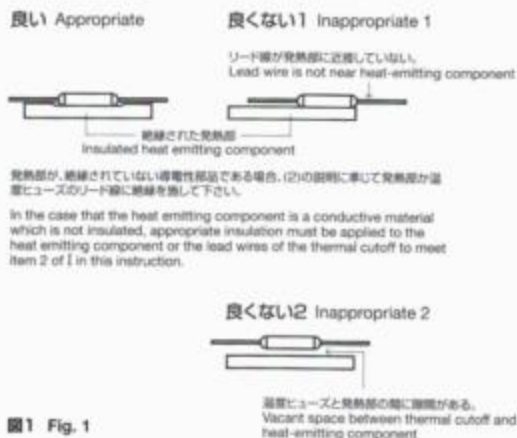

図1 Fig. 1
- 温度ヒューズの感温性能を十分に発揮するために温度ヒューズのリード線をできるだけ長く使用するように設計して下さい。トランス、モータ等の巻線機器に使用する場合には、出来るかぎり巻線の発熱を直接感知できる熱伝導の良い場所に取り付けて下さい。また、温度ヒューズの両リード線とボディが均一に加熱されるように設計して下さい。(図1参照)
- When designing, make it sure to secure as much longer lead wires as possible, and put lead wires and body to the nearest place where heat generates in order to ensure the thermosensitive functions. When using thermal cutoffs in equipment with winding functions such as transformers and motors, install the thermal cutoffs in places with good heat conductance, which will allow them to most directly sense the heat of the windings. Design equipment so that the bodies and both lead wires of thermal cutoffs are evenly heated (see Fig.1)